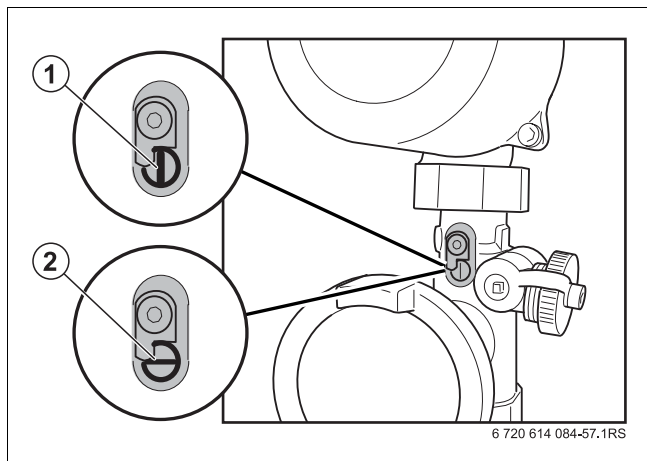

Fig. 10 Clapet anti-retour
- ▶ Refermer le clapet anti-retour, après avoir purgé entièrement l'installation de chauffage (→ fig. 10, [2]).